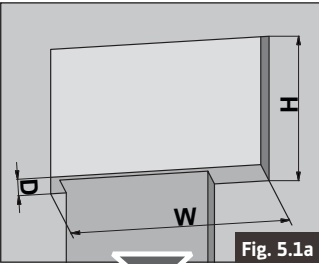

Fig. 5.1a
- Maak in de muur een nis met de volgende afmetingen: hoogte H ≥ 182 mm, breedte W ≥ 268 mm; diepte D ≥ 58 mm (Fig. 5.1a).